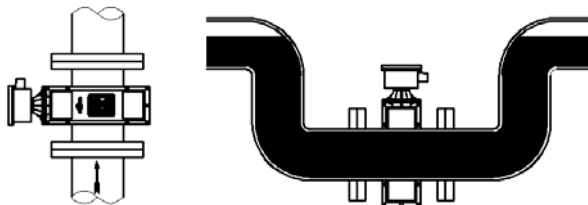

图15 安装方位
5.4.1 安装方位（图15、16）
c) 如果垂直（图15）或倾斜安装，流体一般应自下而上流动，同时应选择便于仪表接线、读数和检查的位置。